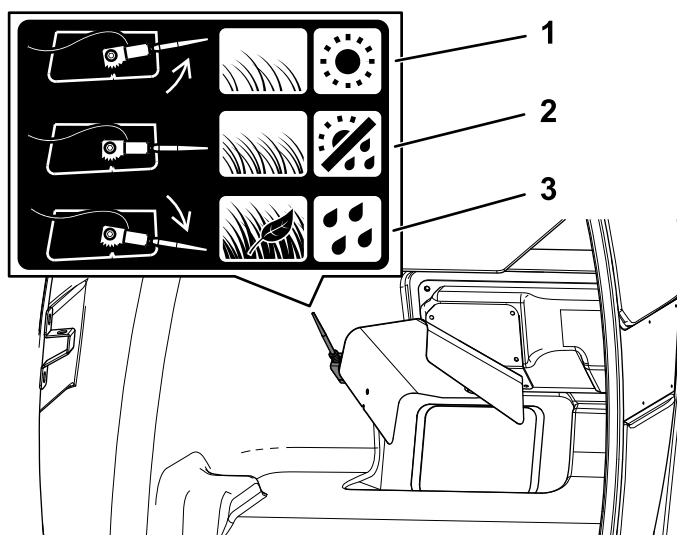

Figura 28
- Se le condizioni dell'erba e meteorologiche sono normali, girate il sensore nella posizione mediana (Figura 28).
- Se l'erba è folta e bagnata, oppure in caso di raccolta delle foglie o di riempimento della tramoggia prima dell'attivazione del sensore, girate il sensore verso il basso (Figura 28).
- Se l'erba è rada e secca, oppure se il piatto di taglio si disinnesta prima che la tramoggia si sia riempita, girate il sensore verso l'alto (Figura 28).